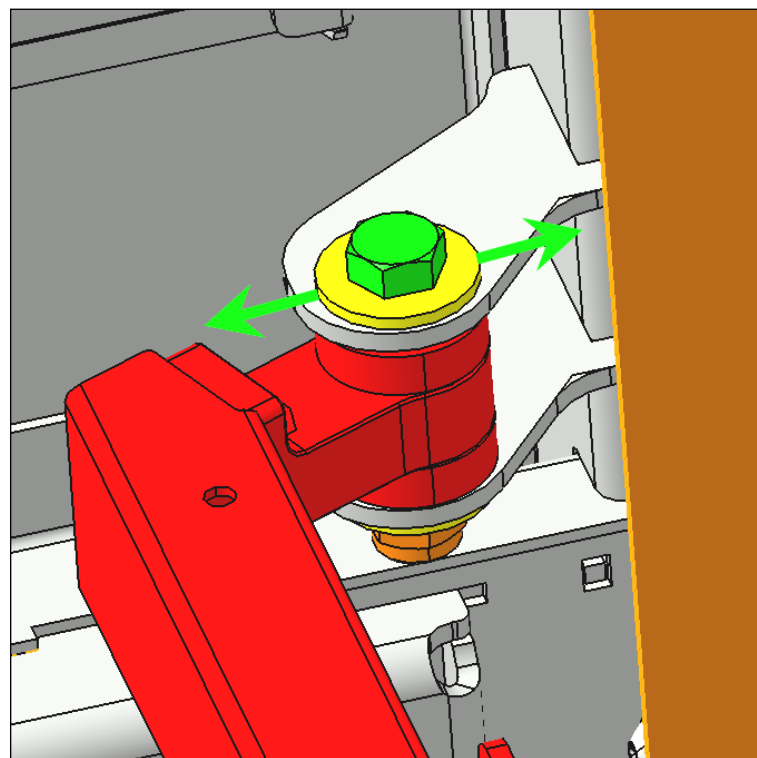

FIGURE 9
8. Si la position longitudinale au niveau du bras inférieur est hors tolérance, ajuster la porte en utilisant le jeu au point d'attache entre le bras inférieur et le châssis. (Figure 9)